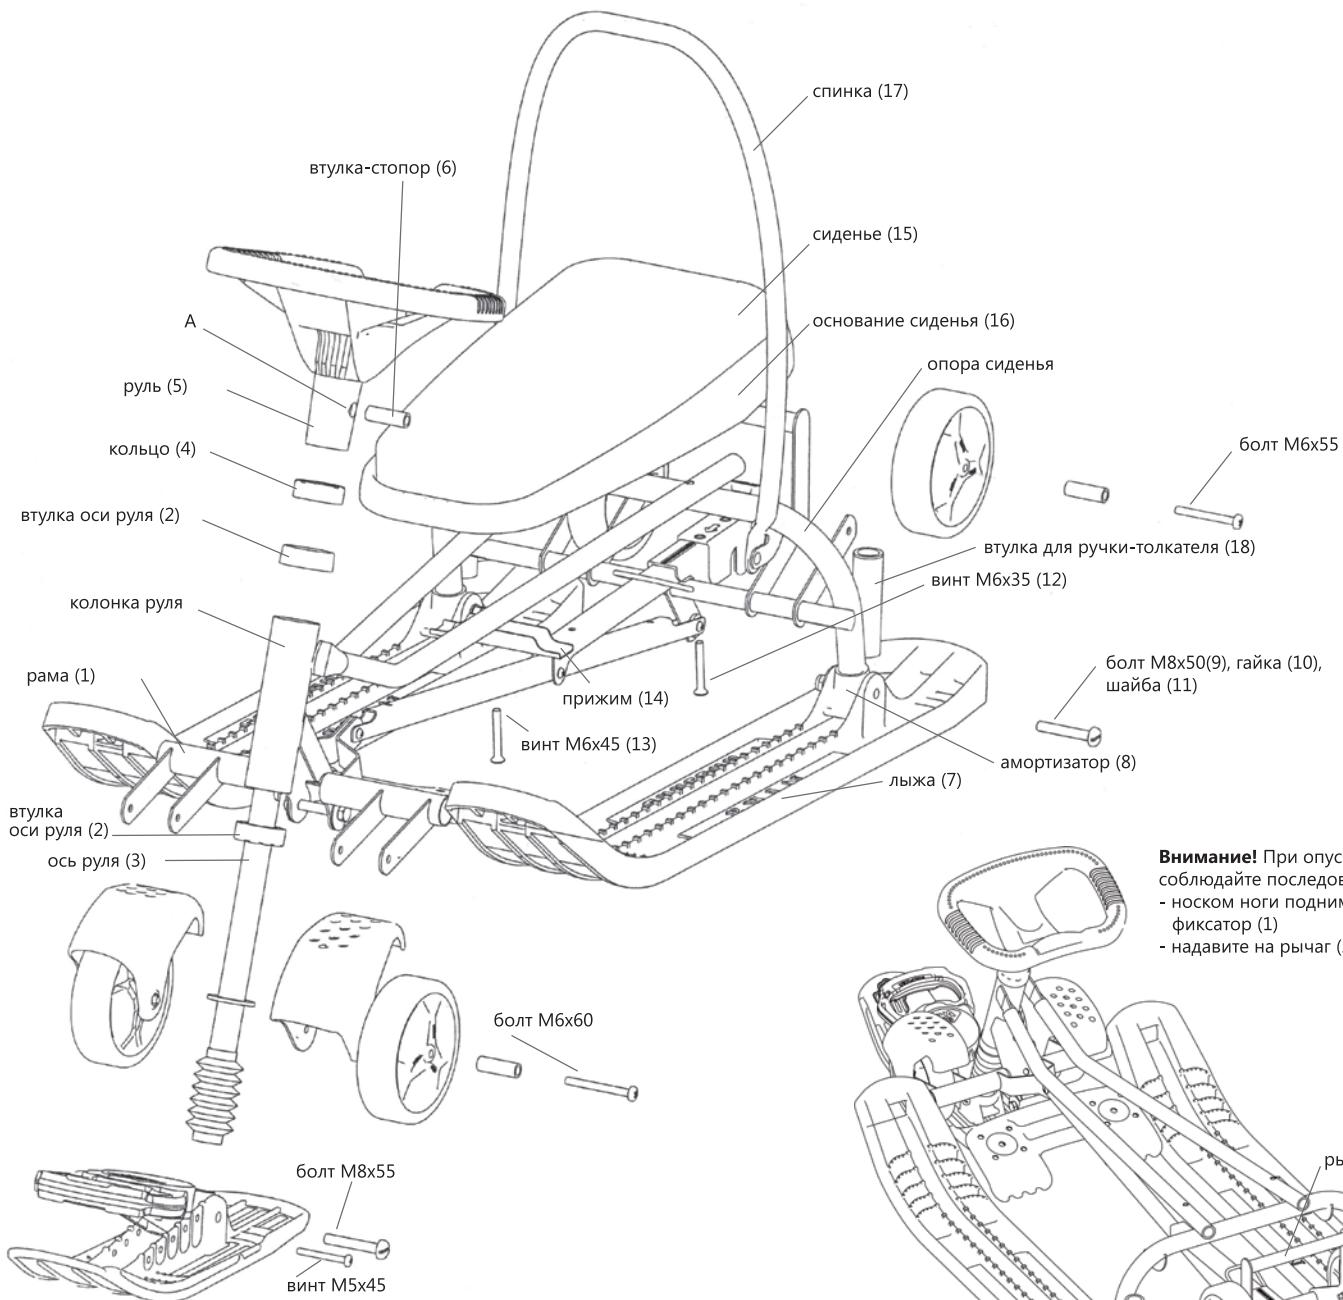

рис. 1 Сборка снегоката арт. ТС6
Для приведения снегоката в рабочее состояние необходимо провести сборочные операции в соответствии с прилагаемой схемой (рис. 1). Для сборки применяются гаечный ключ на 13 и отвёртка.
- установите с обеих сторон колонки руля втулки оси руля (2) (рис. 1);
- вставьте ось руля (3) в колонку руля
- закрепите предварительно кольцо (4) на руле (5) выше крепёжного отверстия (A);
- установите руль (5) на ось руля (3), совмещая отверстия (A), установите втулку-стопор (6), перемещая кольцо (4) закройте втулку-стопор (6);
- соблюдая право/лево вставьте лыжи (7) на металлические полозья рамы (1), установите амортизаторы (8) на опору сиденья рамы (1).
- закрепите лыжи (7) через амортизатор (8) болтом (9) с гайкой (10) и шайбой (11);
- при помощи 2-х винтов M6x35 (12) и винта M6x45 (13) с прижимом (14) закрепите сиденье (15) с основанием (16) на раме. Рекомендуется «наживить» винты рукой, затянуть до упора отверткой (не применять электроинструменты);
- на спинку (17) наденьте чехол;
- при необходимости, вставьте ручку-толкатель во втулку на раме (18).